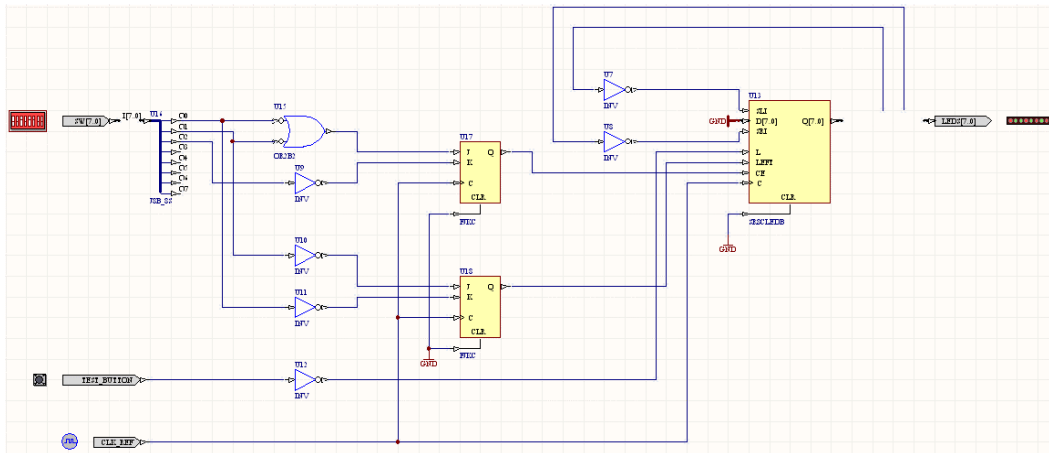

図3. ワイヤで接続された Johnson Counter の回路図
2. ワイヤが交差するジャンクションに注意して、図3のようにワイヤを接続します。もし、2つのワイヤが交差しジャンクションが発生する場合、これらの2つのワイヤが接続されたことを意味します。もし、ジャンクションが無い場合は、接続されていません。ワイヤが接続される箇所では、自動でジャンクションが発生します。